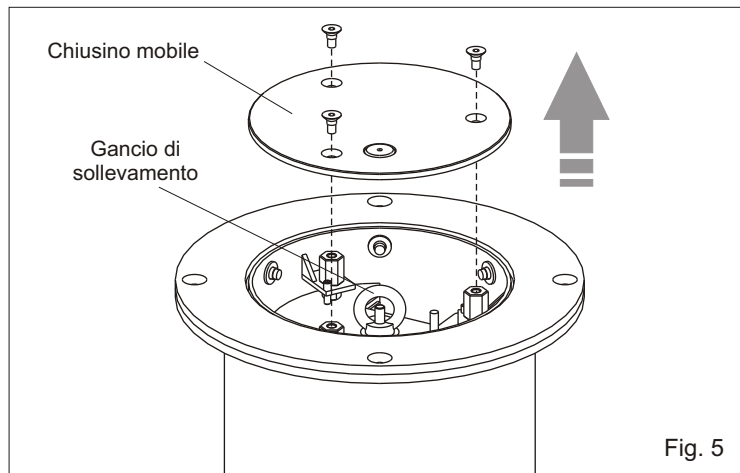

Fig. 5
2.1. Togliere il chiusino mobile svitando le tre viti come in Fig. 5.